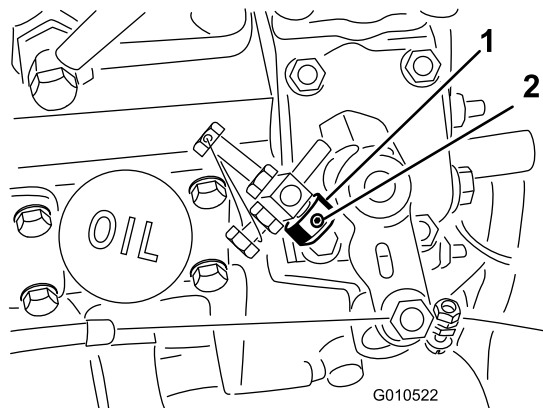

図 5
1. スロットル・ストップについている固定ねじをゆるめる。(図 5)。
2. スロットル・ストップをハイ・アイドル・ねじまで動かす(図 5)。スロットル・ストップの面取りされている端部が外側を向くようにする。